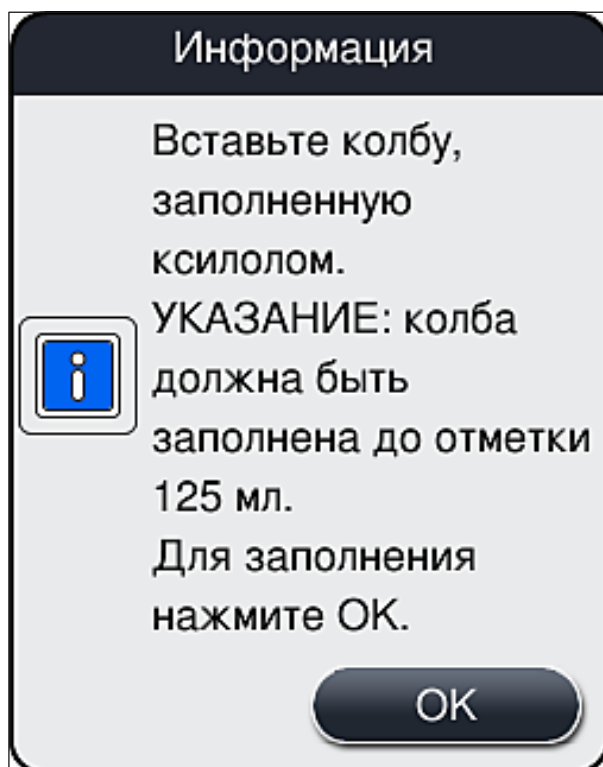

Рис. 101
10. Подтвердите информационное сообщение (→ Рис. 101) нажатием на **ОК**.